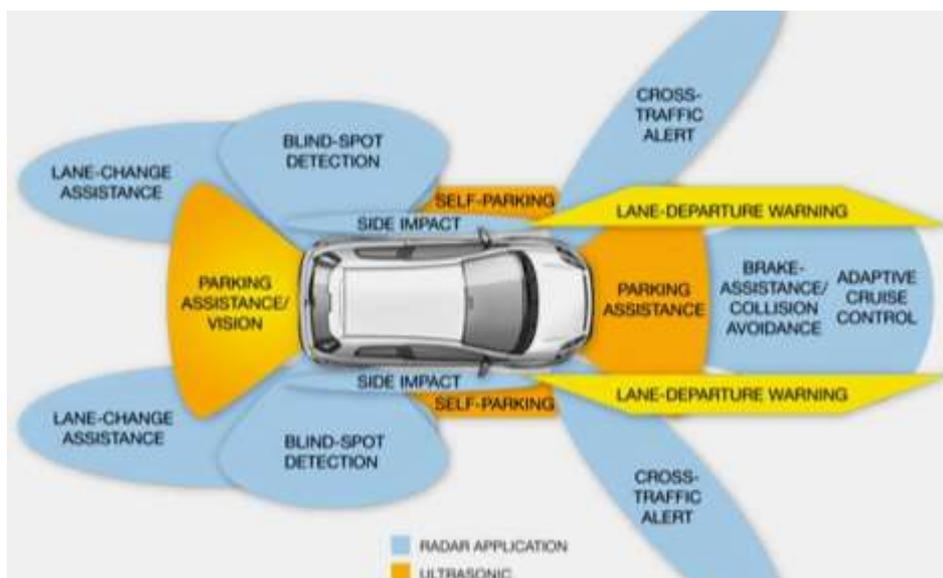

Рис. 3. Области обзора телематических систем автомобиля
**Телематические системы** объединяют средства телеметрии и автоматики. Признаком таких систем на автомобилях есть наличие радаров, видеокамер, мониторов и телекоммуникаций, обеспечивающих периферийный обзор вокруг автомобиля, рисунок 3.